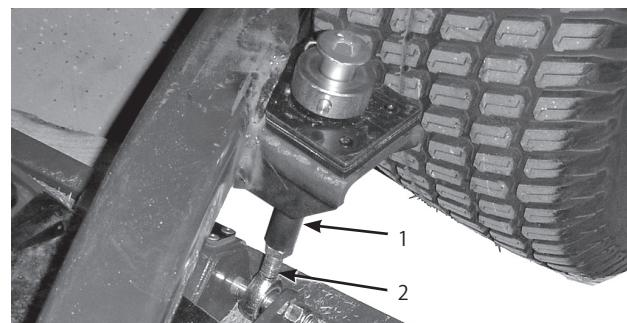

図26
6. ピッチが適正でない場合は、刈高ロッドの下部にしているジャムナットを外す(図26)。